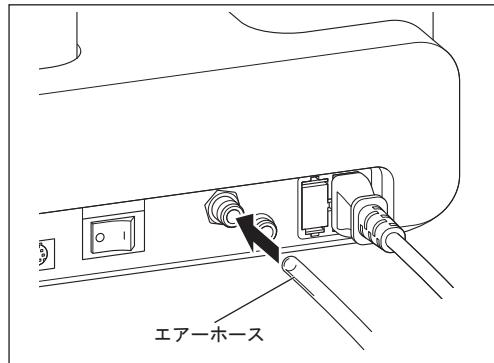

図2
- 1) エアーホースコネクタにエアーホースの端面を奥まで挿し込みます（図2）。